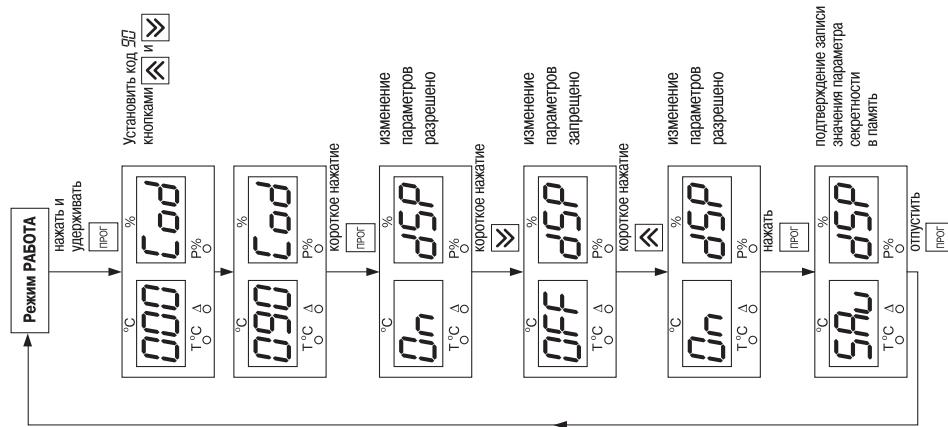

Рис. 7
6.2.5.1. Находясь в режиме РАБОТА, нажать и удерживать кнопку **[Прог.]** до появления на индикаторе "%" надписи ***Lcd*** (рис. 7).